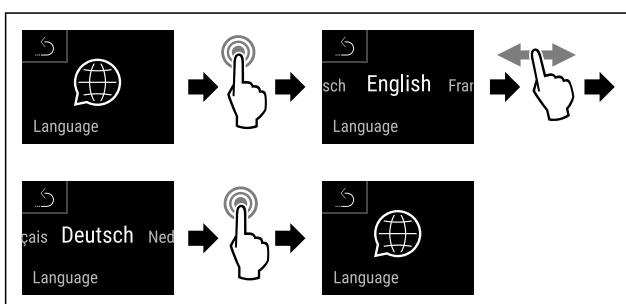

Fig. 104
- Seguir los pasos de procedimiento (consulte Fig. 104).